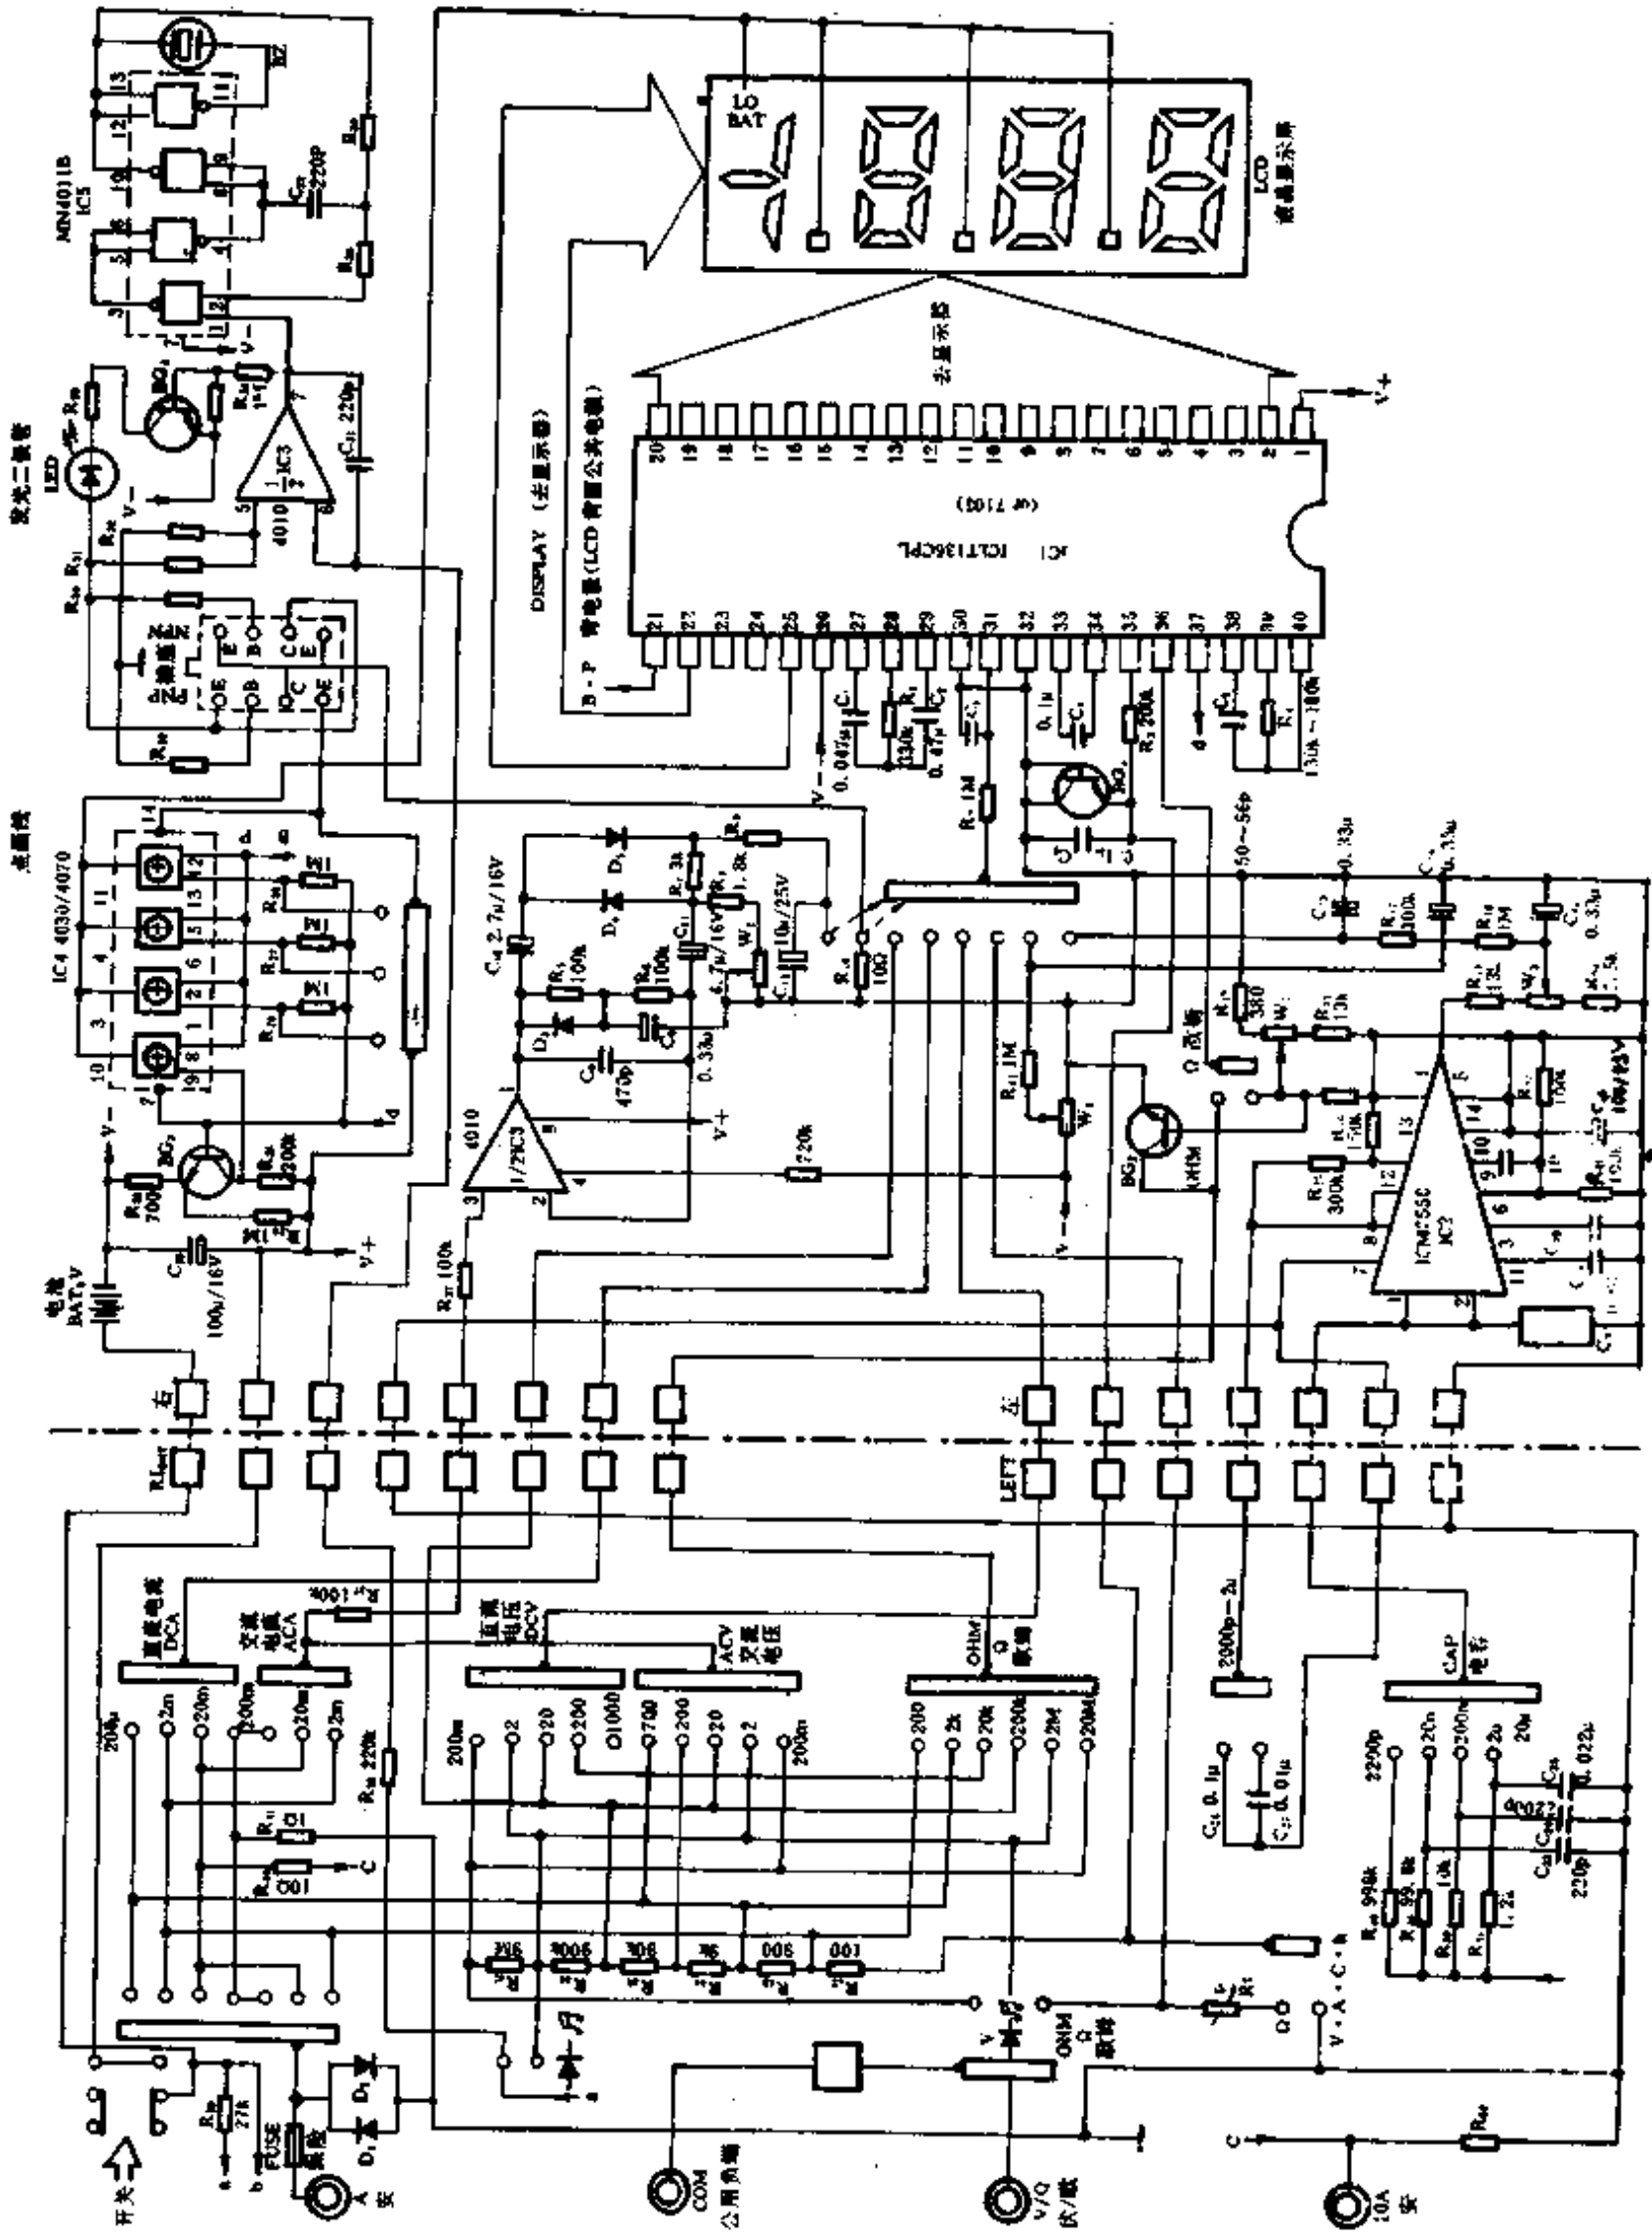

图 2-1
(1)图 2-1 是 DT-890 型数字万用表电路图,有的国外进口机分别用 Q、ZD、P、VR 字母表示三极管、稳压管、热敏电阻和可变电阻(电位器)。